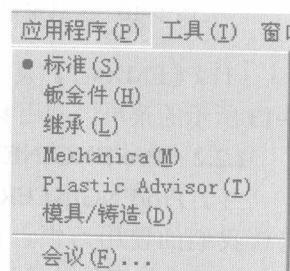

图 1-9 应用程序菜单
(7) 【应用程序】菜单。该菜单中主要是一些应用程序，零件模块下的【应用程序】菜单如图 1-9 所示，其中【钣金件】命令用于在零件模块下将实体零件转换成钣金件，并进入钣金件设计环境。菜单中取消了【扫描工具】、【基本外壳】、【后处理命令】等命令，增加了一个网络功能很强的【会议】命令。通过网上会议，可以在线与 PTC 专家以及专业人士进行交流。